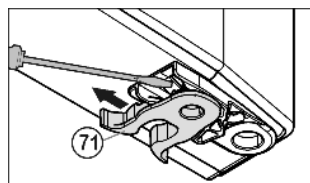

Fig. 9
- ▶ Veerklem *Fig. 9 (71)* verplaatsen: Sluitnok omlaag drukken, veerklem eroverheen eraf trekken.